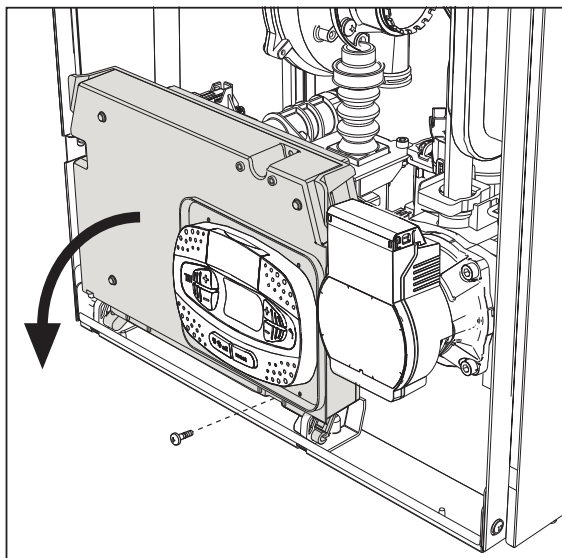
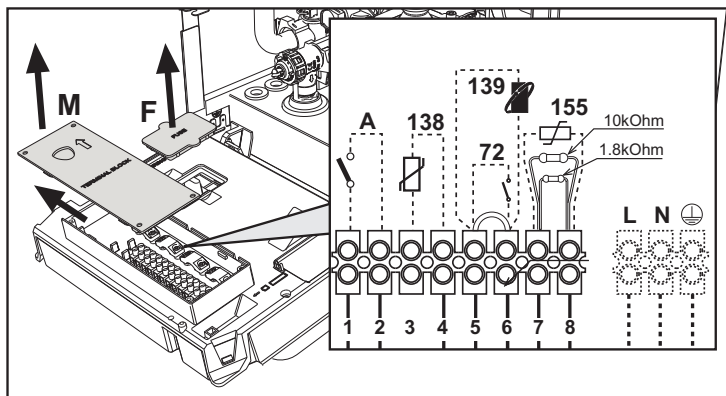

fig. 20
fig. 21
Tras quitar el panel frontal ( \*\*\* 'Apertura del panel frontal' on page 83 \*\*\*), es posible acceder a la regleta de conexión (M) y al fusible (F) según las indicaciones siguientes (fig. 20 e fig. 21). **Los bornes indicados en la fig. 21 deben tener contactos secos (no 230V).** La posición de los bornes para las diferentes conexiones también se ilustra en el esquema eléctrico de la fig. 57.